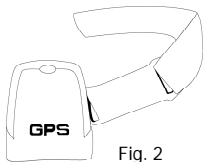

Fig. 2
- Se a braçadeira não estiver colocada, faça deslizar a ligação de plástico com a tira elástica pela ranhura do Sensor V+D como se mostra.(Fig. 2)